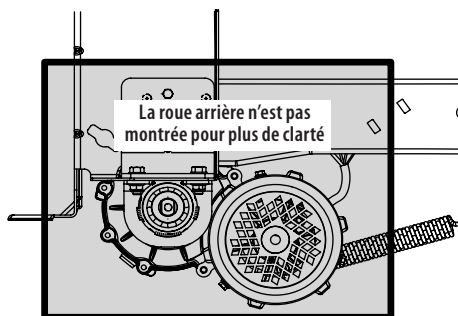

Figure 18
- Nettoyez bien l'essieu et la transmission. Voir Figure 18.